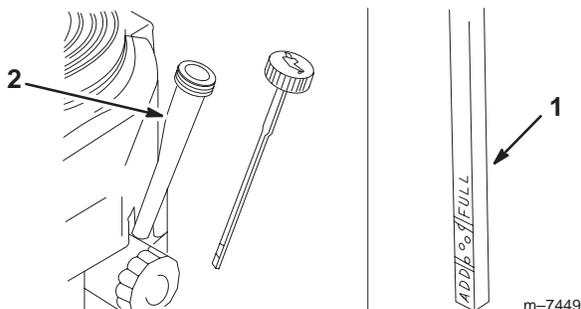

Bild 36
4. Reinigen Sie den Bereich um den Ölpeilstab herum (Bild 36), damit kein Schmutz in den Einfüllstutzen gelangt und so den Motor beschädigen kann.
5. Schrauben Sie den Ölpeilstab los und wischen das Ende ab (Bild 36).
6. Schieben Sie den Ölpeilstab vollständig in den Einfüllstutzen (**nicht in das Rohr einschrauben**) (Bild 36).
10. Gießen Sie ca. 80 % der angegebenen Ölmenge (siehe „Wartungsintervalle/Spezifikation“ auf Seite 37) langsam in den Einfüllstutzen (Bild 36).